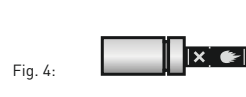

Fig. 4:
**LASCIARE IL REGOLATORE DELL'ARIA DI COMBUSTIONE FUORI DALL'APPARECCHIO FINO ALL'ARRESTO (FIG. 4). AGGIUNGA ALTRA LEGNA, OVE NECESSARIO. ATTENZIONE: RISPETTI LA QUANTITÀ MASSIMA AMMISSIBILE!**